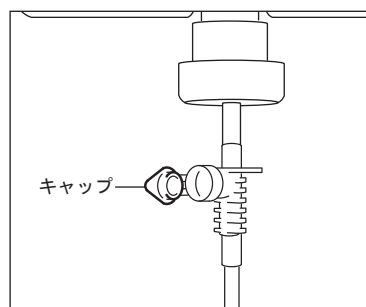

図 12
- 5) パックにエアを入れるため、キャップを開けます。（図 12）